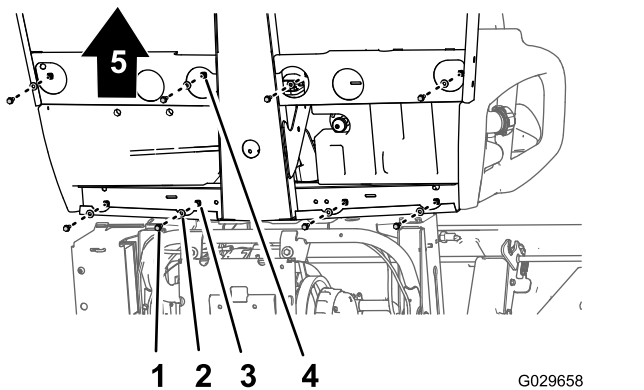
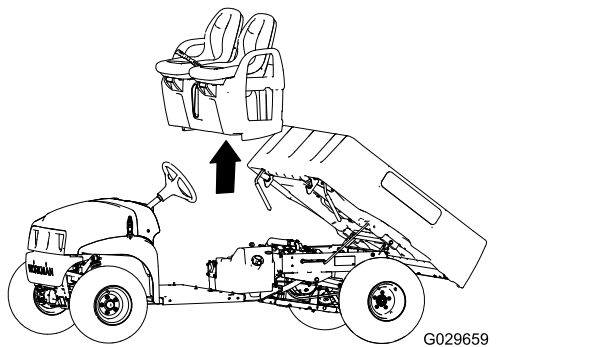

Figura 44
Figura 45
1. Na parte inferior da caixa, retire os 8 parafusos de cabeça flangeada e as 8 anilhas que prendem a base do banco à placa do chão e ao canal da cabina traseira (Figura 44).
2. Cuidadosamente, levante os bancos, a base do banco e os cabos do travão de estacionamento da máquina (Figura 44).
1. Levante os bancos e a base do banco para a mizquina e alinhe os cabos dos travões com o chassis (Figura 44 e Figura 45).
2. Alinhe os furos na base do banco com os furos na placa do chassi e no canal da cabina traseiro (Figura 44 e Figura 45).